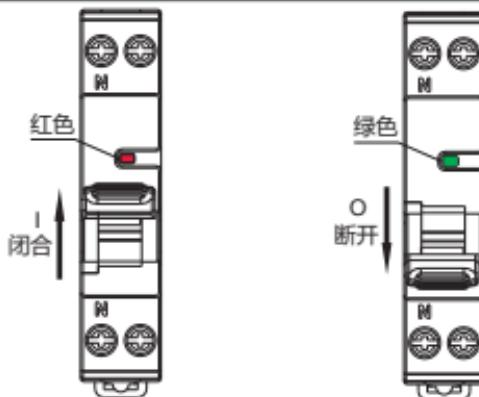

图2 NB5-40N闭合、断开状态指示
5.1 安装使用前先检查断路器标志与所使用的工作条件是否相符；断路器闭合、断开状态指示如下图2